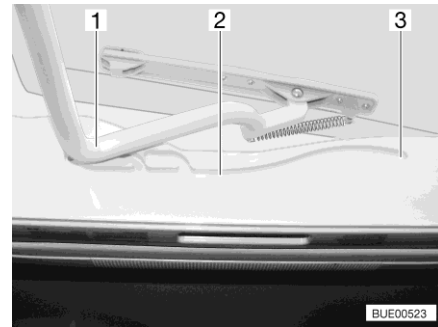

Bild 22 Führung (Heki-Dachhaube)
- Den Bügel (Bild 22,1) in den Führungen (Bild 22,2) bis in die hinterste Position (Bild 22,3) ziehen.
- Den Bügel (Bild 22,1) mit beiden Händen leicht nach oben drücken.
- Den Bügel in den Führungen (Bild 22,2) bis zur gewünschten Stellung ziehen.